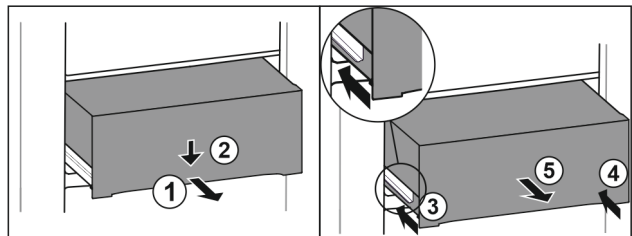

Fig. 163
- ▶ Вытяните выдвижной ящик наполовину. Fig. 163 (1)
- ▶ Вдавите выдвижной ящик в передней части вниз. Fig. 163 (2)
- ▶ Задвиньте левую направляющую прим. на 2 см. Fig. 163 (3)
- ▶ Задвиньте правую направляющую прим. на 2 см. Fig. 163 (4)
- ▶ Извлеките выдвижной ящик движением вперед. Fig. 163 (5)